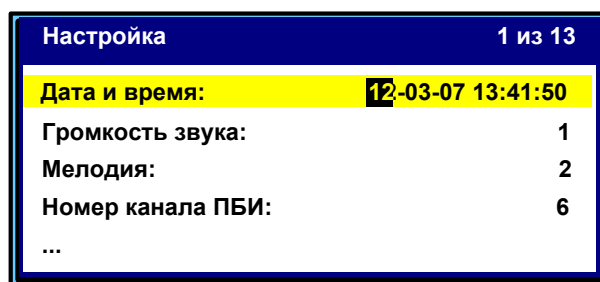

Рисунок 31 – Режим корректировки даты и времени
4.10.6.1 В режиме ожидания нажать клавишу «*» и выбрать пункт меню **«Настройка»** → **«Дата и время»** и нажать клавишу **«Режим»**. Аппарат переходит в режим корректировки даты и времени (см. рисунок 31).